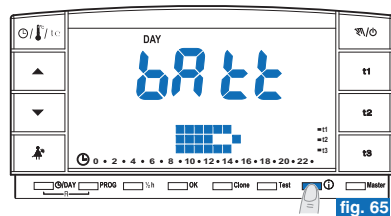
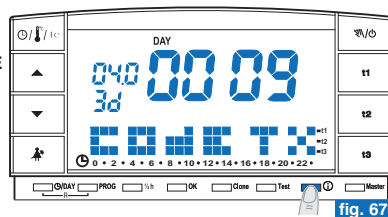

fig. 65
fig. 67
- Dalla videata precedente premere un'altra volta il tasto **i**: sul display apparirà il livello di carica delle pile (esempio in fig. 65).
- Dalla videata precedente (fig. 65) premere un'altra volta il tasto ⓘ : sul display apparirà il serial number che viene trasmesso dal cronotermostato ogni volta che avviene una trasmissione dati (esempio in fig. 67).